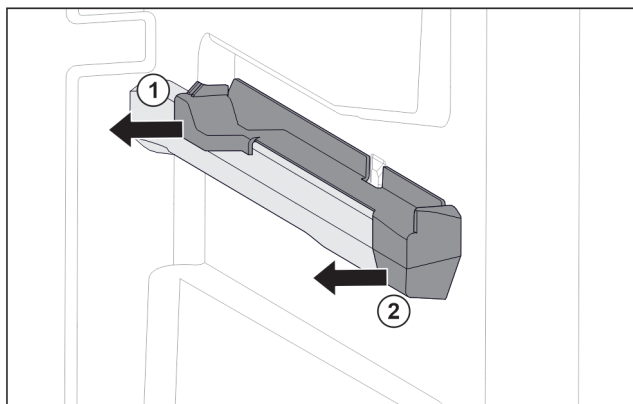

Fig. 30 Nasazovací díl na pravém žebrování na nádoby
- ▶ Stáhněte nasazovací díl vzadu na stranu. Fig. 30 (1)
- ▶ Stáhněte nasazovací díl vpředu na stranu. Fig. 30 (2)